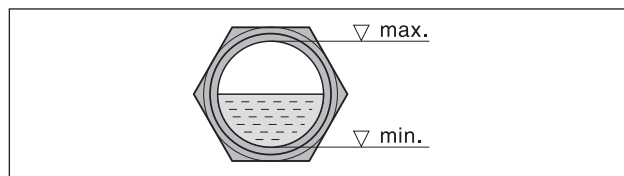

Fig. 5 Niveau d'huile
- b) Après une éventuelle correction du sens de rotation, redémarrez le moteur, puis arrêtez-le à nouveau après env. 2 minutes pour ajouter l'huile manquante jusqu'au bord supérieur du regard d'huile (Fig. 5/I). Répétez cette opération de rajout d'huile à l'orifice de remplissage (Fig. 2/H) pour remplir complètement les conduites d'huile. Il ne faut pas ouvrir l'orifice de remplissage sur une pompe en fonctionnement.